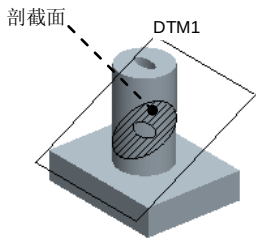
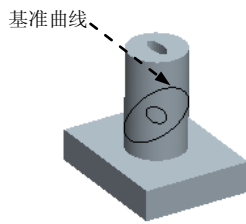

图 3.3.1 利用横截面创建基准曲线
图 3.3.3 基准曲线
此方法是利用零件横截面的边界来创建基准曲线。下面以图 3.3.1 所示的模型为例，介绍这种曲线的创建方法：
Step3. 在图形区选取图 3.3.1 所示的横截面，此时即在模型上创建了图 3.3.3 所示的基准曲线。